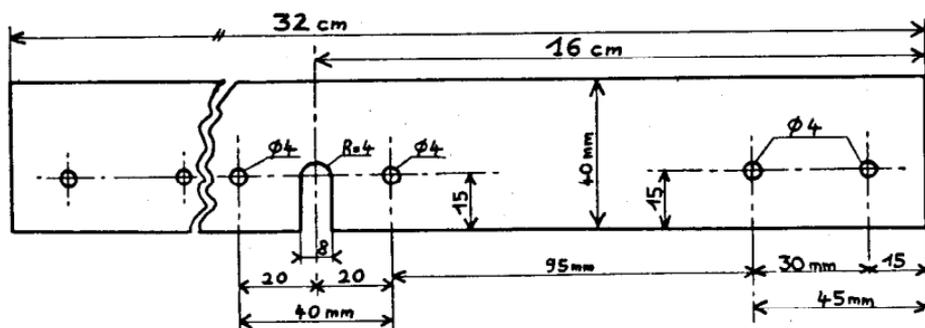

Fig. 27. — Porte-pôles.
* Percer à la mèche à métaux suivant les cotes du croquis (fig. 27). Percer le trou central à $\varnothing 8$ mm, puis dégager le bas par 2 traits de scie.